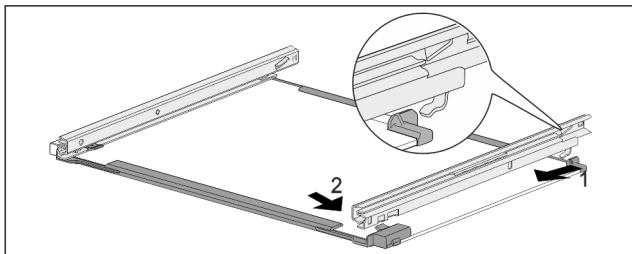

Fig. 143 Sklenená doska s koľajničkami
- Zaháknite koľajničku vzadu. Fig. 143 (1)
- Zaklapnite koľajničku vpred. Fig. 143 (2)